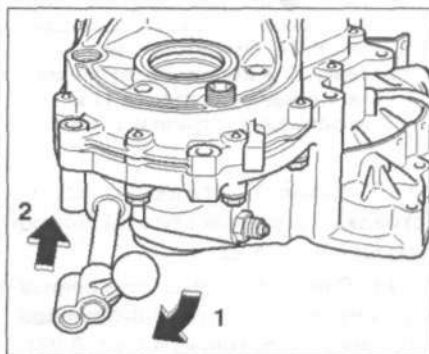

Рис. 8.19. Включите пятую передачу (стрелки 1 и 2).
6. Включите пятую передачу (стрелки 1 и 2) (рис. 8.19).